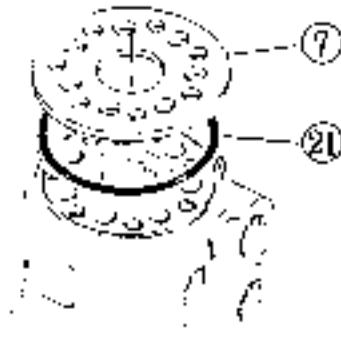

Fig. 20
16. Lightly clamp the flange of housing ⑩ in a vise. (Fig. 20)
16. ハウジング⑩のフランジ部をバイスで軽くつかむ。(Fig. 20)
17. O-ring ⑲をハウジング⑩にはめる。(Fig. 20)
18. プレート⑦をハウジング⑩にのせ、ボルト穴とハウジングのクランプ穴との位置を合わせる。